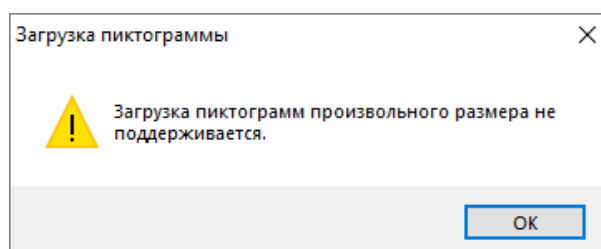

Рисунок 6-530 Системное предупреждение об отсутствии поддержки пиктограмм произвольного размера
- **Загрузить** (Ctrl+O) –если необходимо загрузить (в формате bmp) новое подготовленное пользователем изображение пиктограммы. При выборе этой команды откроется стандартное диалоговое окно выбора файла. Загружаемое изображение пиктограммы должно соответствовать по размерам системному изображению (размер изображения указан в окне «Редактирование пиктограммы»). При попытке загрузки изображения, отличающегося размерами от системного, откроется окно системного предупреждения об отсутствии поддержки пиктограмм произвольного размера (см. Рисунок 6-530);